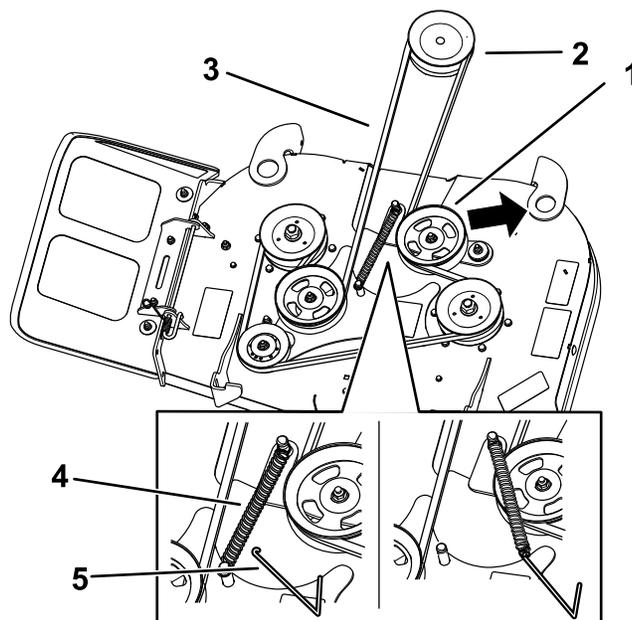
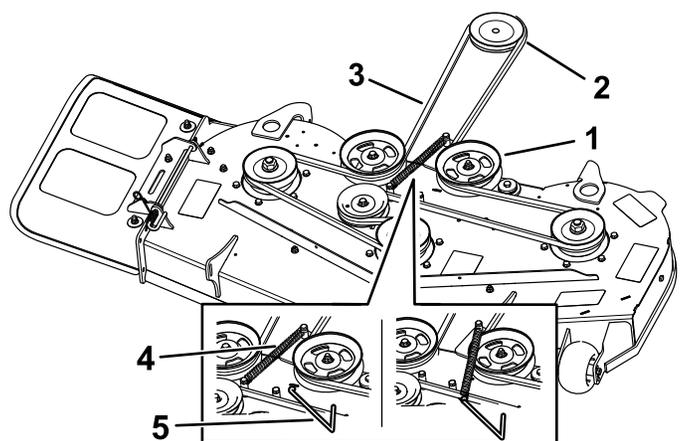

Figura 52
Figura 53
2. Tornillo (4)
5. Usando una herramienta para la retirada de muelles (pieza Toro n.º 92-5771), retire el muelle tensor del gancho de la carcasa para eliminar la tensión de la polea tensora y retire la correa de las poleas (Figura 52 o Figura 53).
- Enrute la correa nueva alrededor de las poleas del embrague y del cortacésped (Figura 52 o Figura 53).
- Instale el muelle tensor en el gancho de la carcasa (Figura 52 o Figura 53).